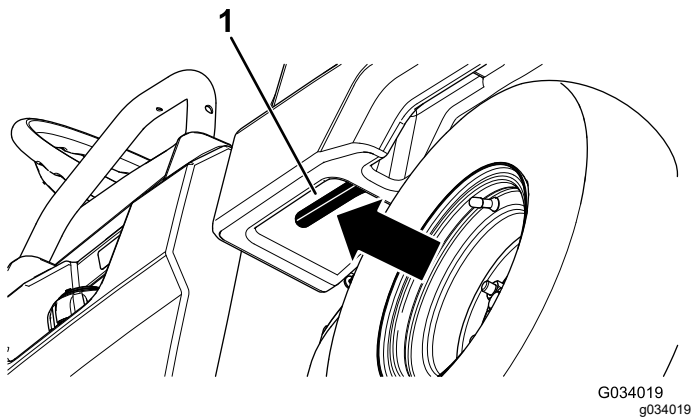

Figure 11
1. Tirez vers vous le levier du côté intérieur gauche du plateau de chargement et levez le plateau (Figure 11).
1. Levez légèrement le plateau en soulevant le levier de verrouillage (Figure 11).